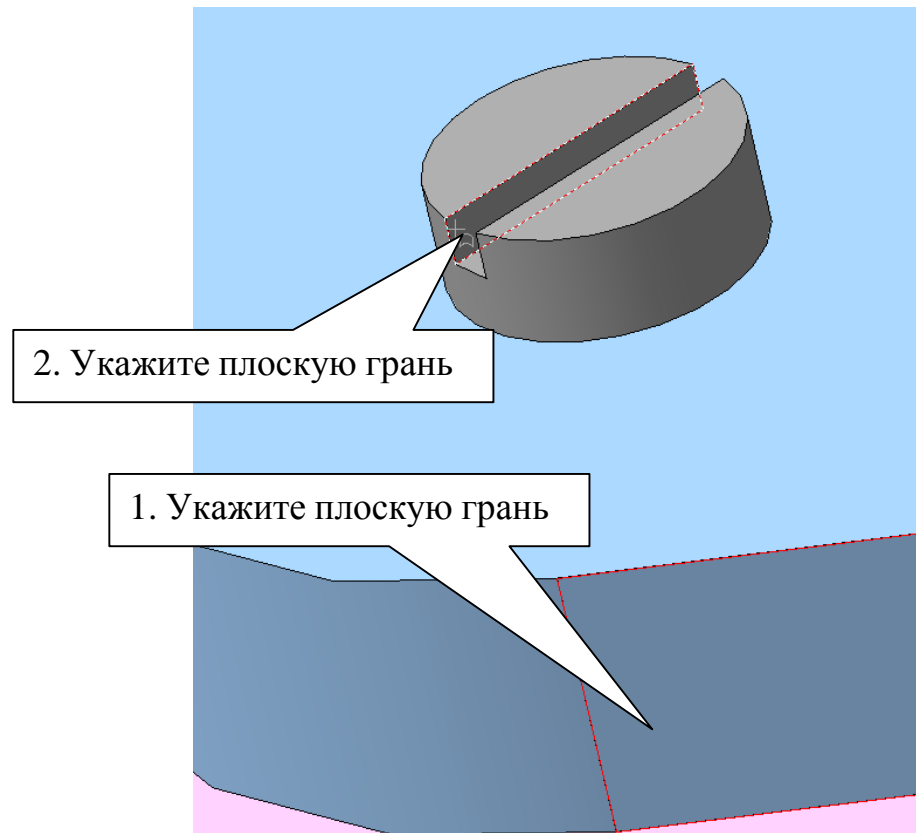

Рис. 23
**Сопряжения**  нажмите кнопку **Под углом** , курсором укажите плоскую грань детали, затем плоскость шлица винта, рис. 23, установите угол  $45^\circ$ , прямая ориентация